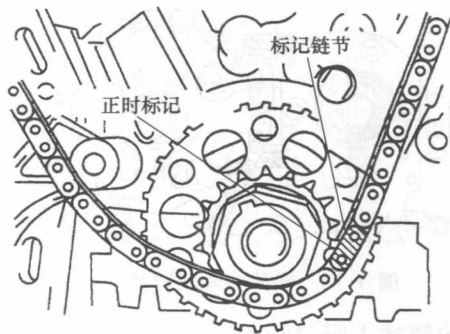
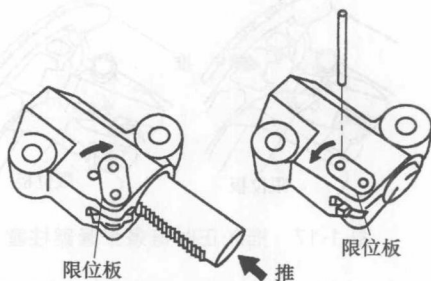

图 1-20 校准曲轴正时齿轮正时标记
图 1-21 将张紧器柱塞推进去及销插入限位板和张紧器上的孔内
① 将标记链节 (橙色) 与凸轮轴正时齿轮的正时标记对齐，安装正时链条。
② 逆时针转动右排上的凸轮轴正时齿轮总成，张紧中间正时链条。
③ 将标记链节 (黄色) 与曲轴正时齿轮的正时标记对齐，如图 1-20 所示。
④ 顺时针转动曲轴，将其设定到右缸径中线 (TDC/压缩) 位置。
(2) 安装正时链条张紧器制动块。
(3) 安装 1 号正时链条张紧器总成。
① 如图 1-21 所示，当顺时针转动张紧器限位板时，将张紧器柱塞推进去。
② 当逆时针转动张紧器限位板时，将 $\phi 3.5\text{mm}$ 的销插入限位板和张紧器上的孔内，固定限位板。
③ 用两个螺栓安装正时链条张紧器，拧紧力矩为 $10\text{N} \cdot \text{m}$ 。
④ 从 1 号链条正时张紧器总成上拆下销。检查